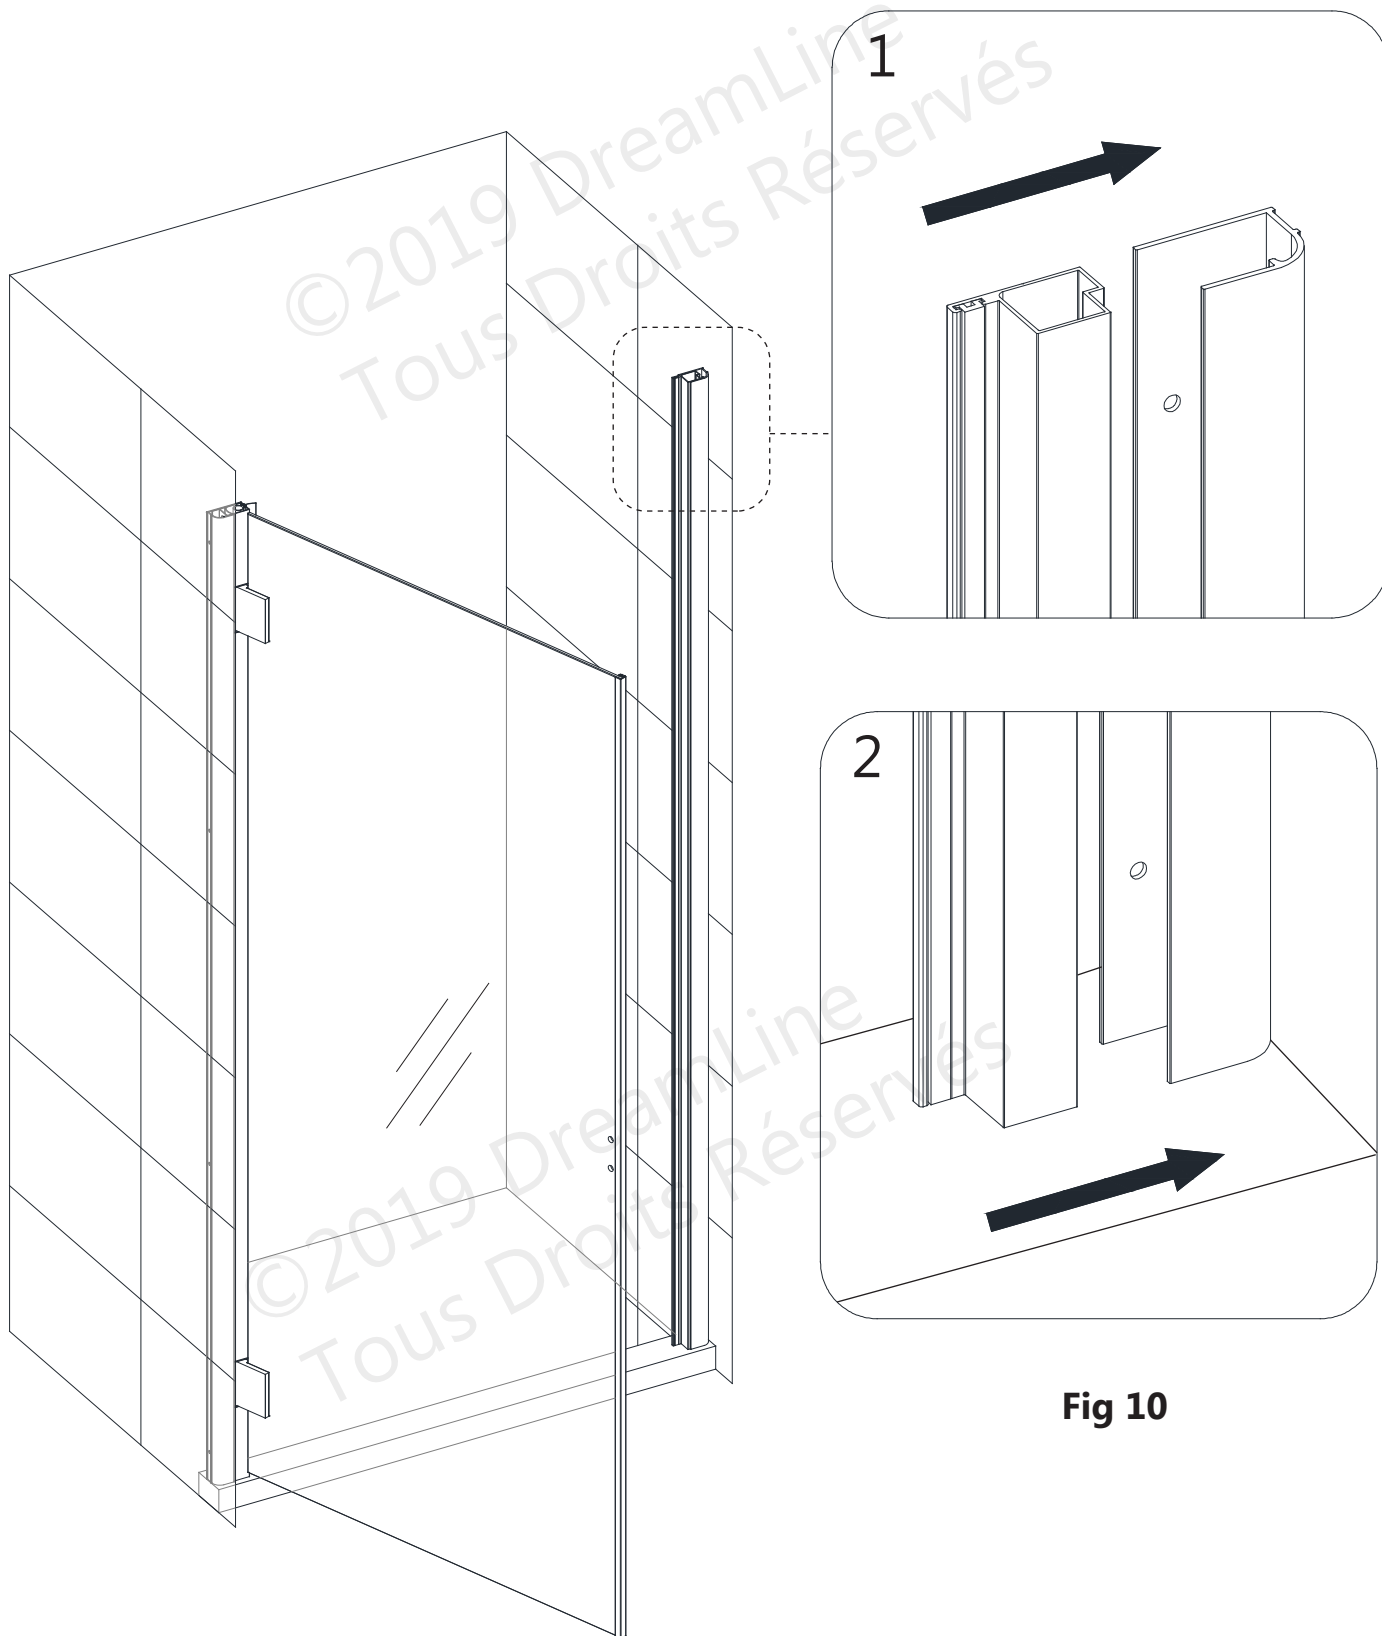

Fig 10
10. Réinsérez le **Profilé de la Gâche (N° 09)** dans le **Profilé Mural installé (N° 10)**, puis si nécessaire, ajustez le profilé de gâche (N° 09) pour aligner les joints magnétiques. **(Fig 10)**